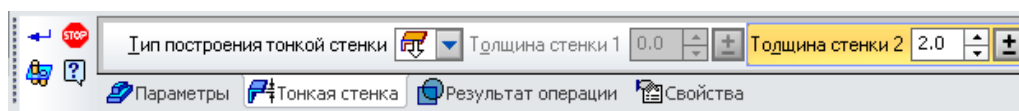

Рис. 18. Панель свойств
3. На панели переключений «Редактирование детали», (📐) нажав на кнопку «Операция выдавливание» (📏) и удерживая её, выбрать кнопку «**Кинематическая операция**» (📏) или через главное меню (Операции ⇒ Операция ⇒ **Кинематическая**) (рис. 18).
6. На панели свойств переключить на закладку "Тонкая стенка" и задать тип построения тонкой стенки "Внутри" и "Толщину стенки 2" 2 мм. (рис. 18).